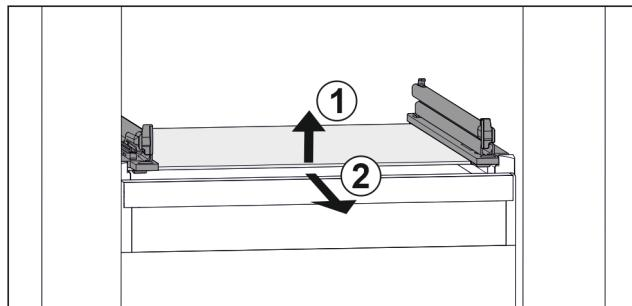

Fig. 129 Примерное отображение стеклянной пластины
- Приподнимите стеклянную пластину спереди. Fig. 129 (1)
- Извлеките стеклянную пластину движением вперед. Fig. 129 (2)